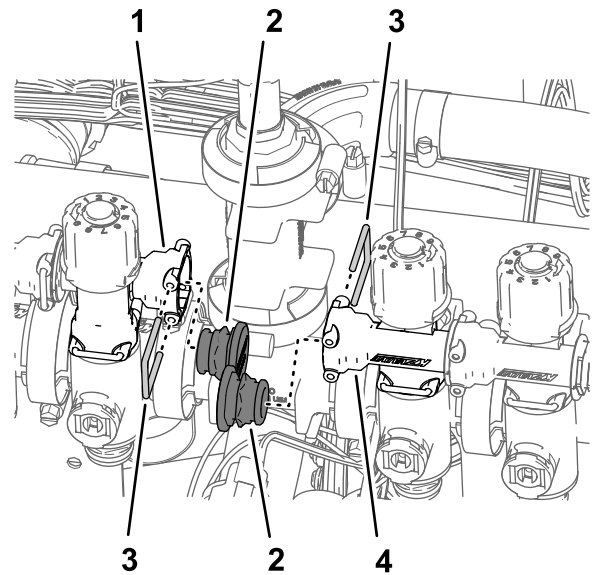

Bild 98
- Entfernen Sie die Halter, mit denen die Stöpsel in der Buchse des Schnelltrennanchlussstücks am Düsenventil 5 und Düsenventil 6 befestigt sind, und entfernen Sie die Stöpsel (Bild 98).